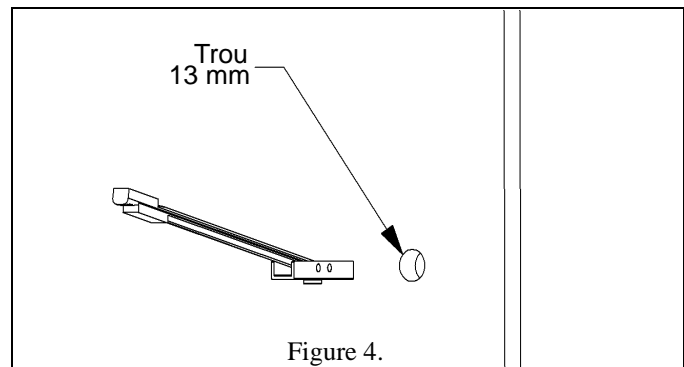

Figure 4.
1. Déterminez un emplacement convenable pour l'installation et soulevez la plaque murale (10) (voir « LISTE DES PIÈCES » page 3).
3. Tout en tenant la plaque murale contre le mur en béton, marquez les trous de montage externe (voir la Figure 4) en prenant soin à ce que les trous de montage soient à niveau.
5. Installez les quatre ancrages crocodiles (120) de 8 mm (5/16 po) dans les trous.
6. En vous servant des boulons tire-fond de 8 mm (5/16 po) (80) et des rondelles de 8 mm (5/16 po) (90), sécurisez la plaque murale sur le mur.
2. Percez un trou de 13 mm à l'emplacement souhaité, en prenant soin de vérifier que l'épaisseur du mur est d'au moins 13 mm. Si le mur est fabriqué en poteaux métalliques, il est recommandé d'installer l'ancrage à travers le contreplaqué et le poteau métallique (voir la Figure 4).